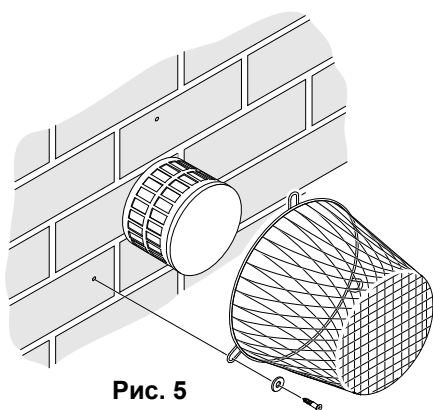

Рис. 5
- c) ограждение должно быть привинчено к стене, в которой расположен конец дымохода и в любом месте отстоять от дымохода не менее, чем на 50мм. Подходящее ограждение вы можете заказать в Vaxi Heating, деталь №080266 (см рис.5);